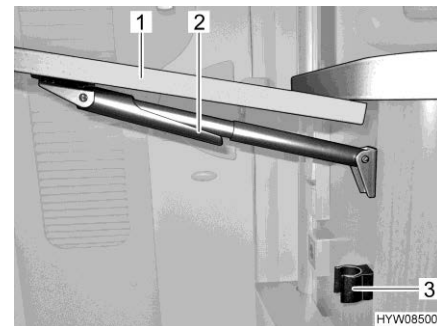

Fig. 85 Chiusura del tavolo ribaltabile su bancone
- Afferrare il tavolo ribaltabile su bancone (Fig. 85,1) sull'esterno e sollevarlo leggermente. Con l'altra mano ruotare e abbassare il dispositivo di fissaggio (Fig. 85,2) sul supporto telescopico.
- Orientare il piano del tavolo verso il basso, finché il supporto telescopico non ingrana nel supporto (Fig. 85,3).